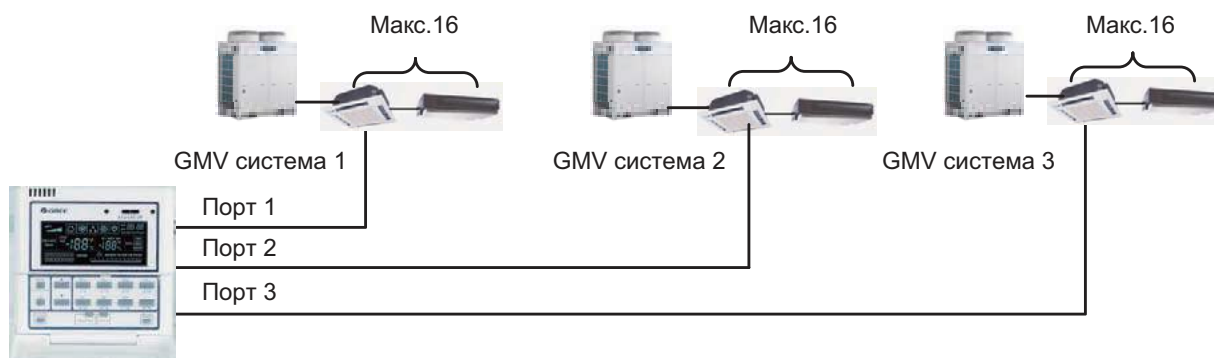

Рис. 3.23
3.5.8.1 К одному пульту SE50-24/E возможно подключение до 3-х наружных блоков систем GMV (рис. 3.23), при этом общее количество внутренних блоков, подключаемых должно быть не более 16 шт.